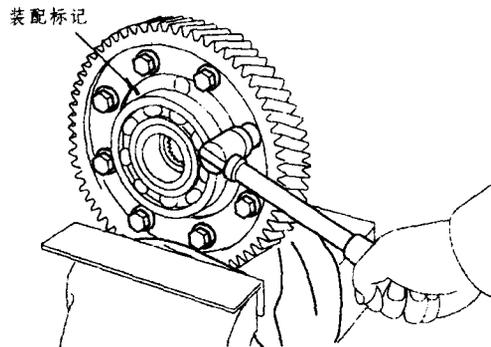

图 1-26 扳手的使用
(8) 扳手的正确使用。扳手有很多种类，每一种扳手有不同的功能，扳手的使用如图 1-26 所示。